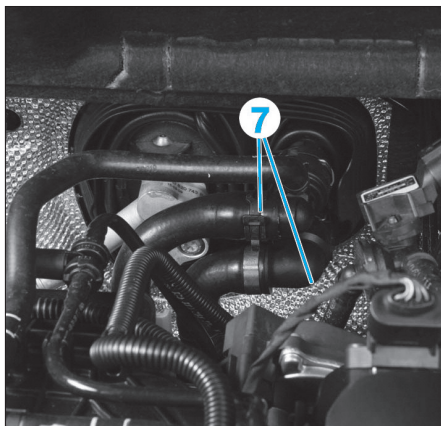

Fig. 75
- Déverrouiller les durits (7) de l'échangeur de température et les débrancher (Fig.75).